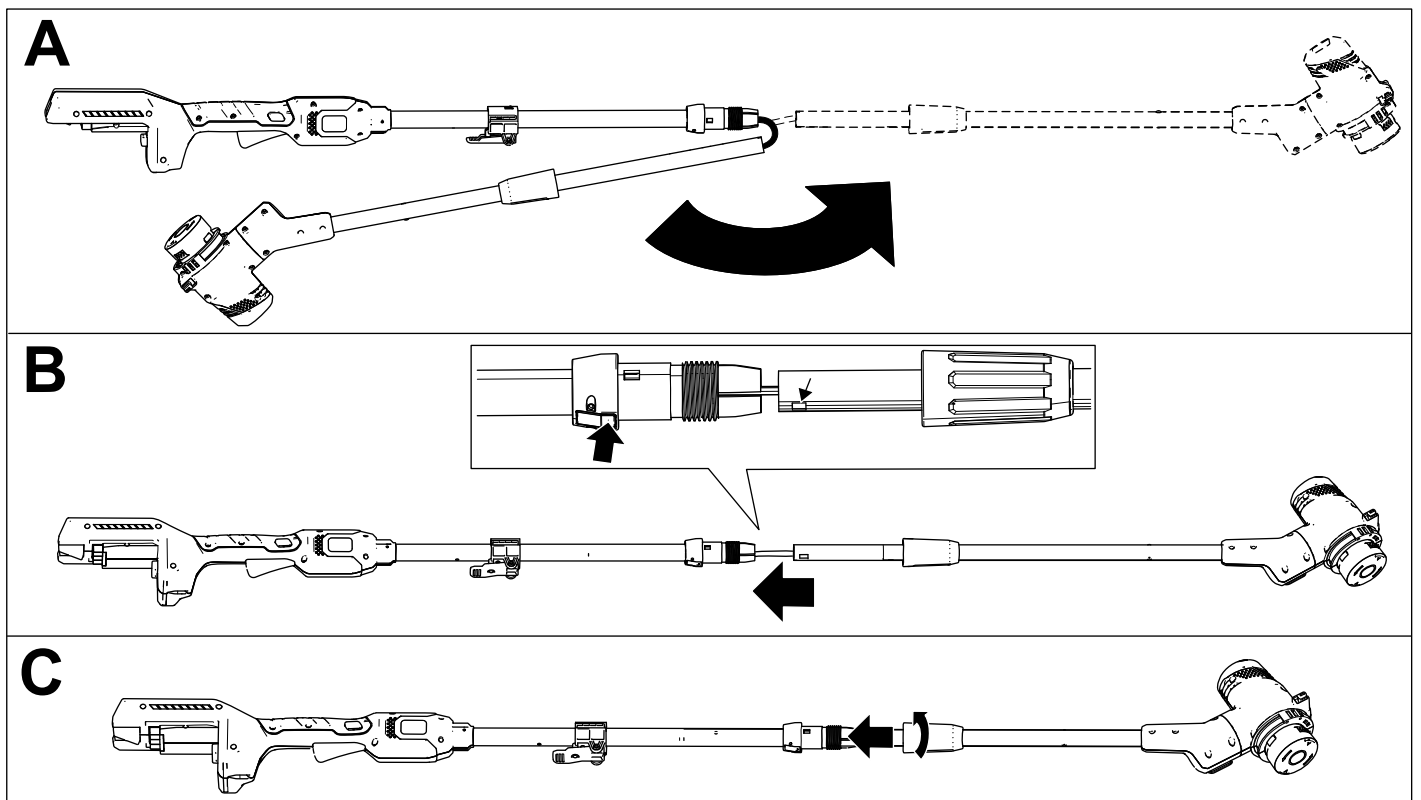

Bild 2
1. Klappen Sie den Holm auf (A in Bild 2).
2. Halten Sie die Arretierungstaste am oberen Stiel gedrückt, fluchten Sie die Arretierungstaste mit dem geschlitzten Loch im unteren Stiel aus und schieben Sie die beiden Stiele zusammen. Wenn das geschlitzte Loch im unteren Stiel über die Arretierungstaste geschoben ist, lassen Sie die Arretierungstaste los und schieben Sie den unteren Stiel in den oberen Stiel, bis der Freischneider die gewünschte Höhe hat (B in Bild 2).
3. Ziehen Sie den unteren Stielanschluss an, um den Holm in der gewünschten Höhe zu arretieren (C in Bild 2).